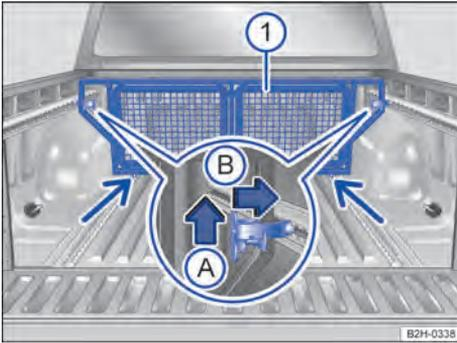

Fig. 132 En la superficie de carga: montar el elemento divisorio.
1. Coloque el elemento divisorio → **fig. 132** ① en la posición de montaje deseada con cuidado → ⚠.
3. Coloque el elemento divisorio en los raíles de amarre inferiores → **fig. 132** (flechas finas).
5. A ambos lados, tire hacia arriba de la palanca de bloqueo → **fig. 132** (flecha (A)) y presiónela hacia fuera hasta el tope (flecha (B)).